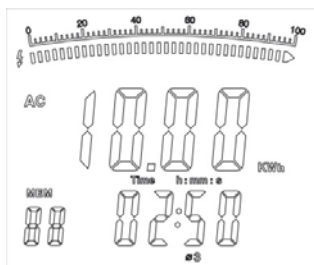

Figura 21
4. Presione **SEL** para seleccionar una de las tres fases, consulte la figura 21.